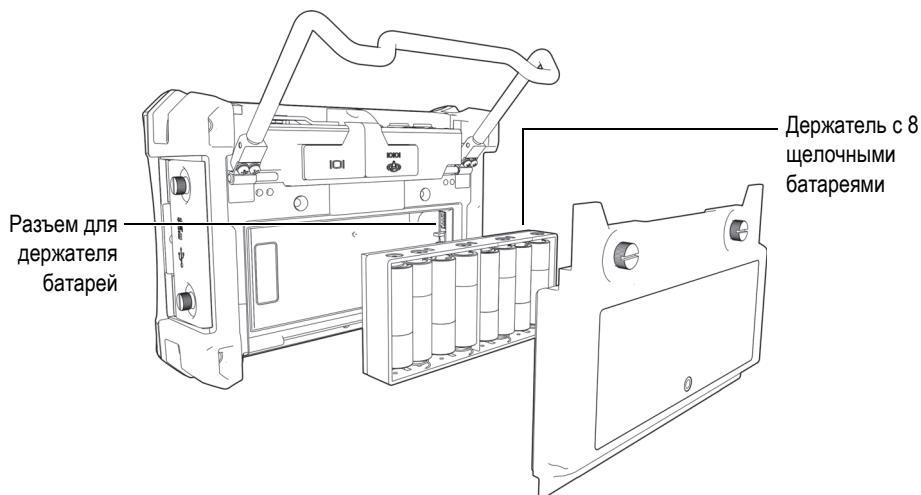

Рис. 1-12 Держатель щелочных батарей
6. Поместите щелочные батареи в аккумуляторный отсек (см. Рис. 1-12 на стр. 38).